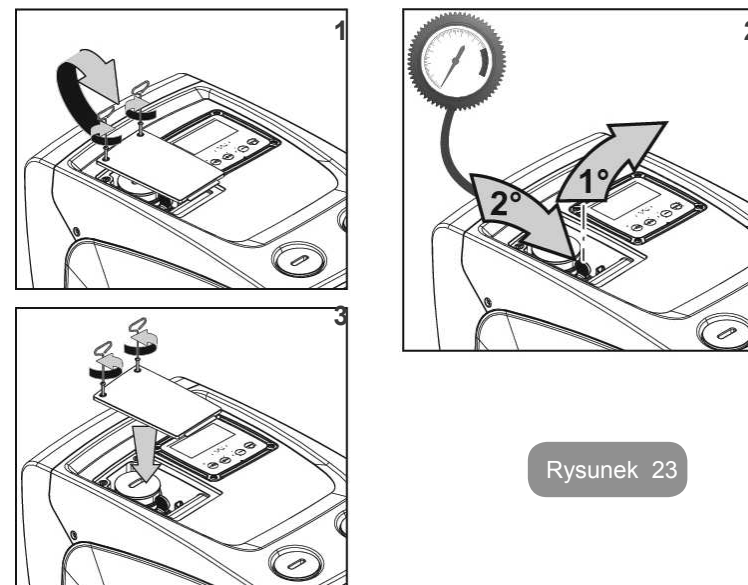

Rysunek 22
DAB dostarcza na wyposażeniu produktu metalowy klucz sześciokątny (Rys. 22 – 1) użyteczny do wykonania na systemie wyjątkowych czynności konserwacyjnych lub przewidzianych podczas instalacji.
2. podnieść gumową pokrywę korka dostępu do wału silnika (rys. 22);
3. przy użyciu klucza sześciokątnego na 10mm, usunąć korek dostępu do wału silnika (rys. 22);
4. wprowadzić płaski śrubokręt do zespołu wału silnika i manewrować w 2 kierunkach rotacji (rys. 22);